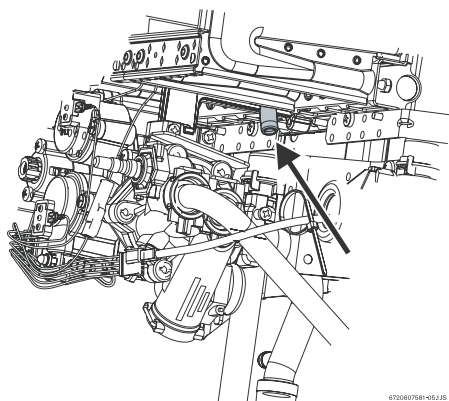

Рисунок 12. Точка замера давления в форсунках
- ▶ Отвинтить заглушку (рисунок 12).